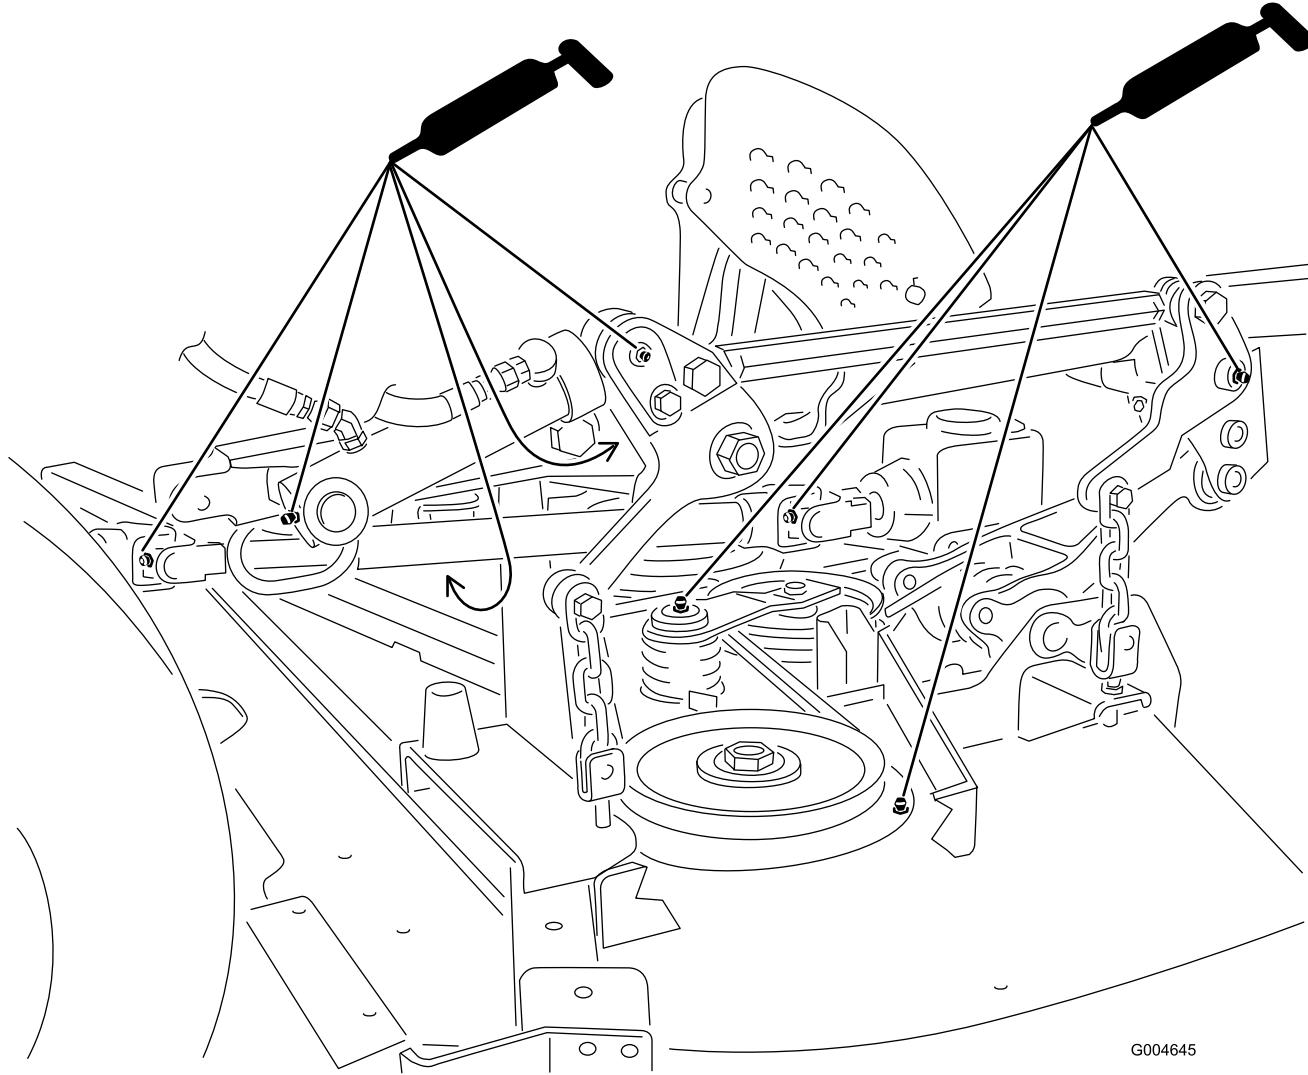

図 39
**注** PTOシャフトのUジョイント（図 39）、にグリスを塗るとき、シャフトのスプラインにもグリスを忘れずに塗ってください。